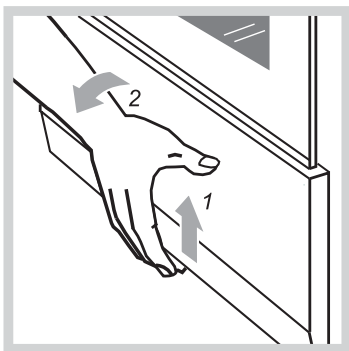

Рис. 14
- Плиты выпускаются двух исполнений: с выдвижным ящиком и с откидной дверцей. Чтобы открыть дверцу, ее нужно приподнять вверх и наклонить на себя (рис. 14).